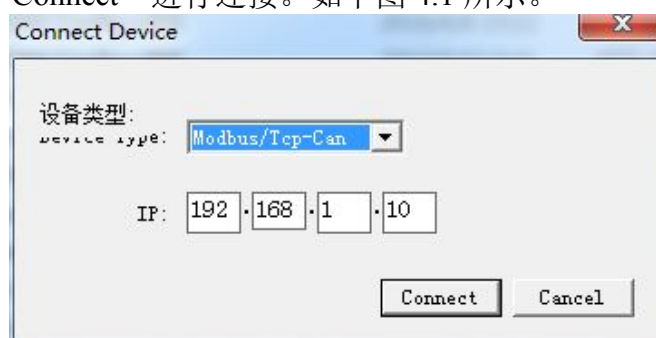

图 4.1 配置软件初始界面
2. 打开光盘中的“Gan205 EtherCanConfig3”软件, 输入 GCAN-205 模块的 IP 地址, 点击“Connect”进行连接。如下图 4.1 所示。